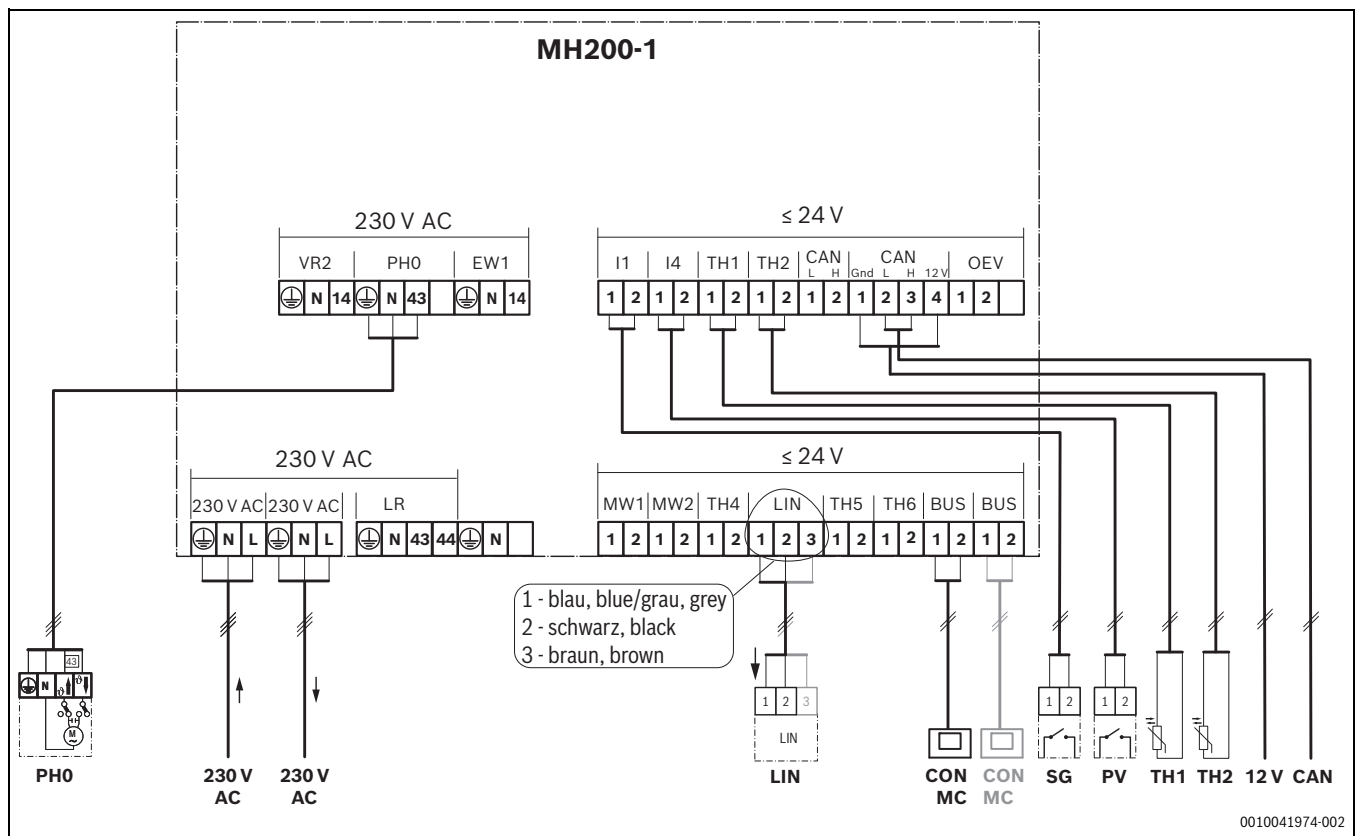

Bild 25 Überblick Anschlussklemmenbelegung
- ▶ Sicherstellen, dass die Kabel an den entsprechend markierten Anschlüssen des Moduls angeschlossen sind (→ Bild 25).
#### Legende zu Bild 25 und zu den Tabellen 4 und 5):